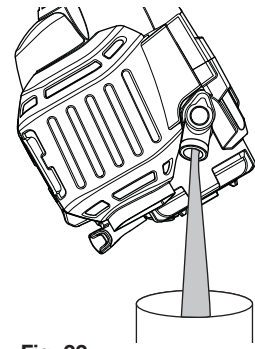

Fig. 22
3. Incline la unidad verticalmente para verter el aceite fuera del orificio de llenado de aceite y al interior del recipiente (Fig. 22). Deje bastante tiempo para que se drene completamente.